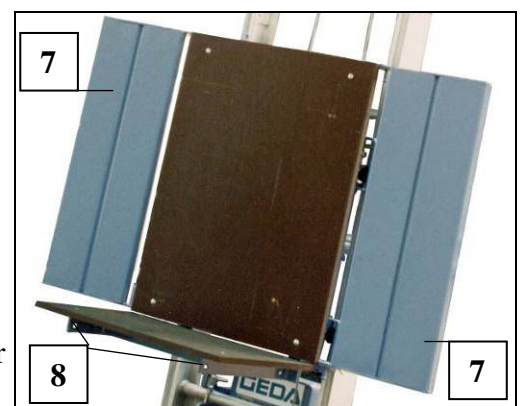

Fig. 43 Universeel plateau
- Aan beide kanten de buitenste moeren (11) en de veerringen van de voorgemonteerde schroeven (M12 × 40) eraf nemen.
- Frontbescherming met de schroeven (10) aan de voorste boringen van de draagprofielen (zie pos. 8 Fig. 43) van het universele plateau insteken.
- Veerring en moer (11) aan beide kanten monteren
- Beide buitenste moeren (11) vastdraaien.